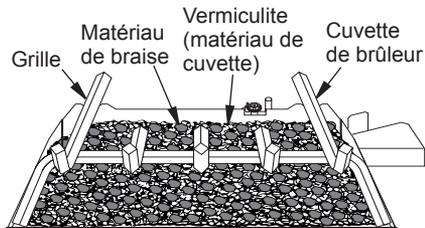

Figure 23 - Matériau de braise sur la surface du matériau de cuvette (vermiculite)
3. Retirez du matériau de braise du sac et aplatissez de petites quantités en pièces de 25 cents et posez-les sur la surface du matériau dans la cuvette dans la figure 23).